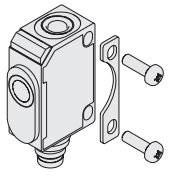

Bild 1: Befestigung mit Montage-Lasche
- Sensor am Einbauort unter Zuhilfenahme der beiliegenden Montage-Lasche befestigen, vgl. Bild 1.